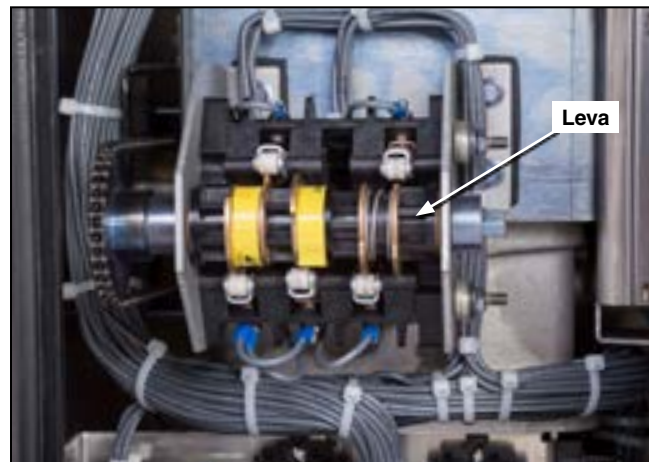

Figura 40. Ajuste de las levas en el interruptor auxiliar.
- Empujar la leva hacia el resorte adyacente hasta que esté separada del diente del engranaje interior. Ver Figura 40.